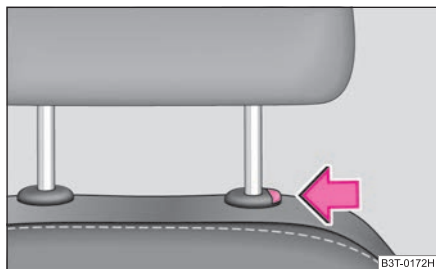

Fig. 66 Sacar reposacabezas
- Si desea desplazar el reposacabezas hacia abajo, pulse y mantenga la tecla de seguro ⇒ **fig. 66** en esa posición con una mano y presione con la otra mano el reposacabezas hacia abajo.
- Pulse la tecla del seguro en sentido de la flecha ⇒ **fig. 66** y extraiga el reposacabezas.